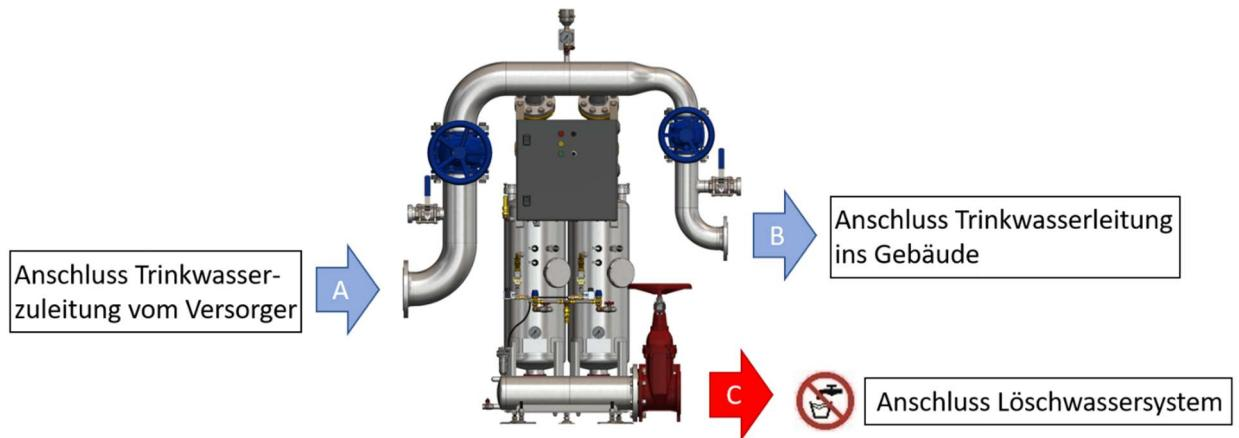

Abbildung 12: Anschluss-Variante 1 – Bildliche Darstellung
- Die Schutzatmosphären-Trennstation ist gemäß Abbildung 12 oder Abbildung 13 anzuschließen (Anschlussverfahren nach „Tichelmann“). Dabei können die Anschlussdurchmesser je nach geforderten Durchflussraten kundenspezifisch variieren.